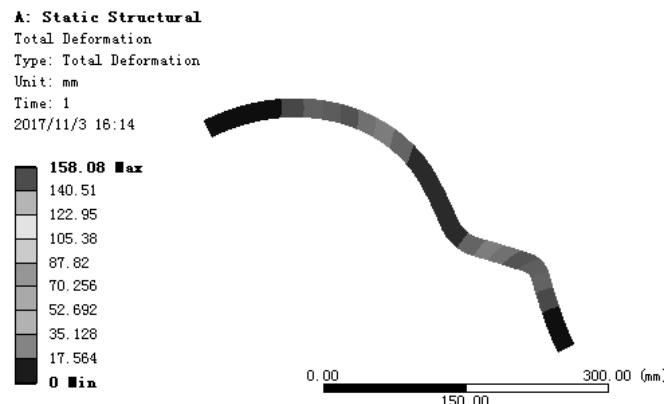

图 7.5.53 位移变形结果图解
(3) 查看位移变形结果图解。在“Outline”窗口中选中 Total Deformation，查看图 7.5.53 所示的位移变形结果，其最小位移为 0 mm，最大位移为 158.08 mm。